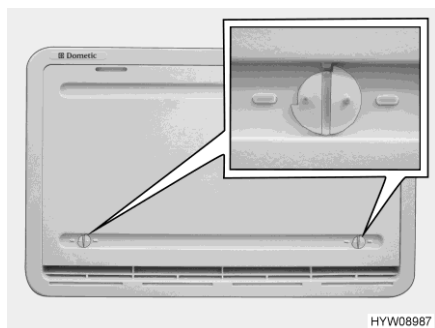

Fig. 265 Copertura invernale
Se il funzionamento del frigorifero avviene a basse temperature esterne, il produttore consiglia l'utilizzo di una copertura invernale (Fig. 265) per la griglia di aerazione del frigorifero.
- Aprire entrambi i bloccaggi (Fig. 265), la scanalatura risulterà orizzontale.